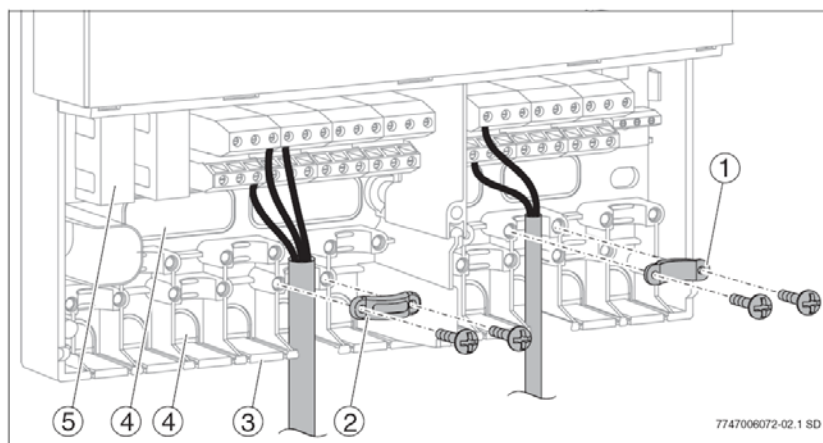

Рис. 8 Кабельный ввод и крепление кабельных линий
Кабельные линии можно прокладывать в прибор в зависимости от монтажной ситуации с тыльной (→ Рис. 8, Поз. 4) или с нижней (→ Рис. 8, Поз. 3) стороны.
- С помощью ножа удалить лепесток кабельного ввода (→ Рис. 8) так, чтобы не оставалось режущих краёв или острых заусениц.
- Защитить кабель соответствующим фиксатором от натяжения (→ Рис. 8, Поз. 2). Фиксатор может также монтироваться в перевернутом варианте (→ Рис. 8, Поз.1).